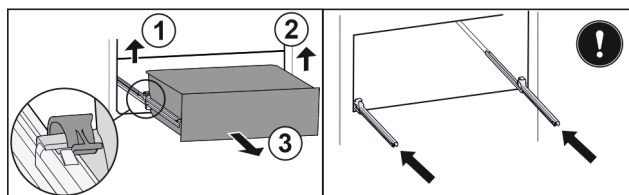

Fig. 75
- Sollevare il morsetto sinistro e allo stesso tempo tirare in avanti il cassetto sinistro. Fig. 75 (1)
- Sollevare il morsetto destro e allo stesso tempo tirare in avanti il cassetto destro. Fig. 75 (2)
- Rimuovere il cassetto tirandolo in avanti. Fig. 75 (3)